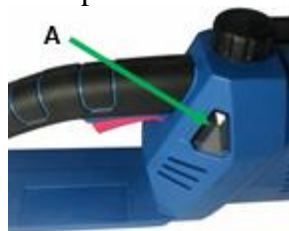

Fig. 7
Una lubrificazione corretta della catena durante le operazioni di taglio è essenziale per ridurre al minimo l'attrito con la barra di guida. La tua motosega è dotata di un sistema di ingrassaggio automatico. Il lubrificatore eroga automaticamente la giusta quantità di olio alla barra e alla catena. Il livello del serbatoio dell'olio può essere controllato nella finestra di ispezione dell'olio (A) sul lato destro della sega (Fig. 7).